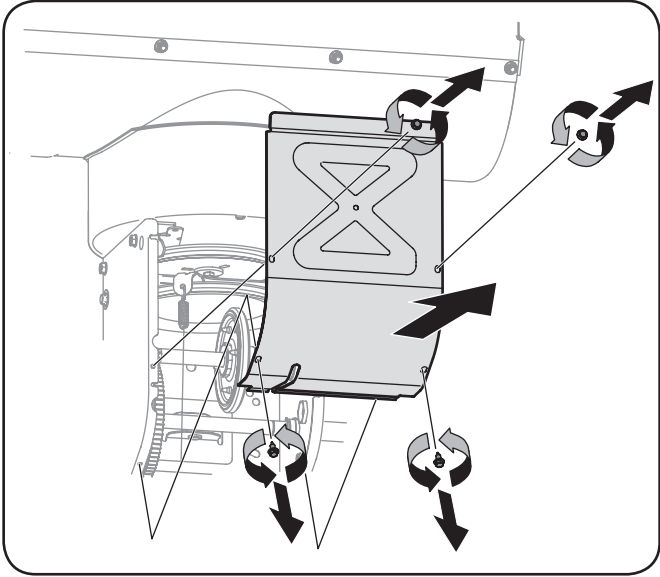

Figure 6-5
3. Enlevez le couvre-châssis en enlevant les deux vis auto-taradeuses qui le maintiennent. Voir la Figure 6-5.